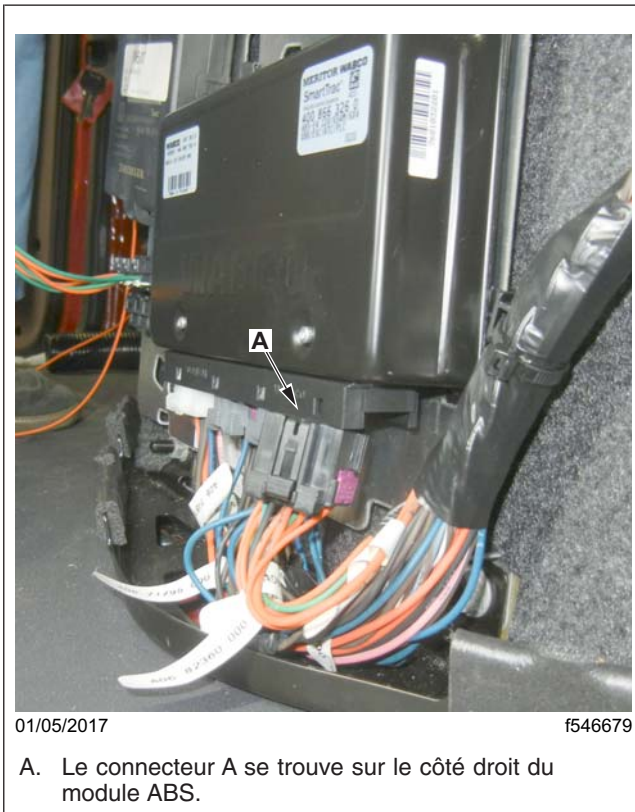
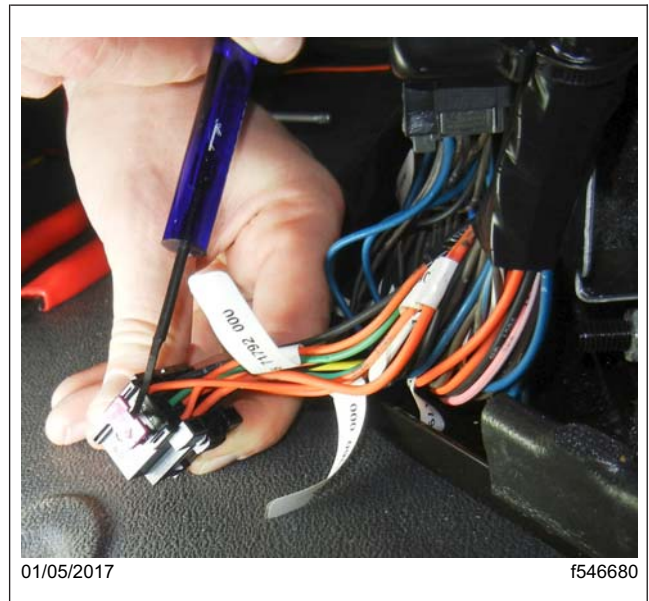

Fig. 19, Connecteur X1A sur le module ABS
Fig. 20, Verrou de borne X1A
27. Débranchez le connecteur X1A du module ABS, puis retirez le verrou de borne. Reportez-vous à la figure 19 et la figure 20.